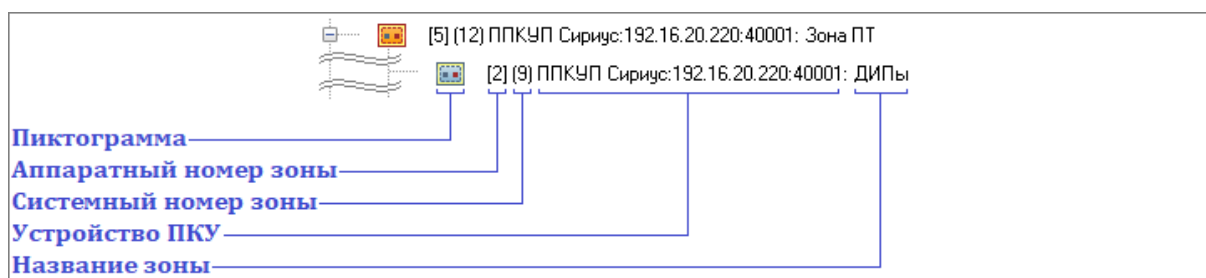

Рисунок 6-296 Отображение объекта "Аппаратная зона" в дереве зон как принадлежащего узлу "Зона ПТ"
- узлу «Зона ПТ» (см. Рисунок 6-296),